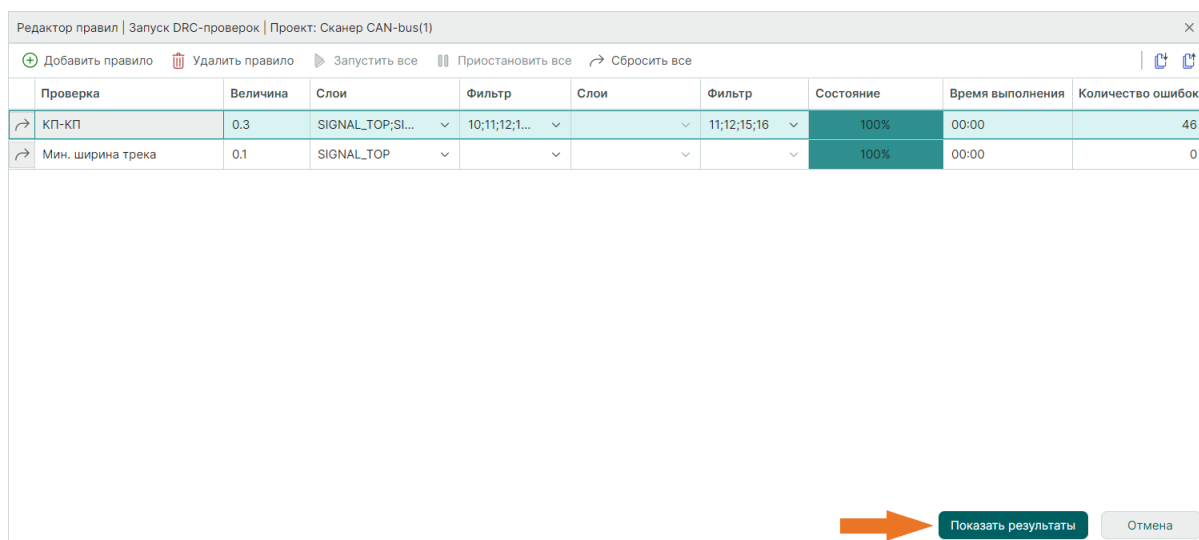

Рис. 449 Переход к просмотру результатов
7. Для перехода к просмотру результатов проверки нажмите кнопку «Показать результаты», см. Рис. 449.